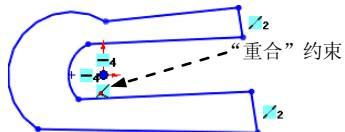
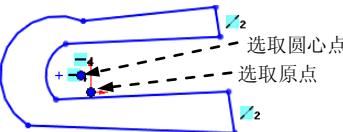

图 4.13.7 添加“重合”约束
图 4.13.8 选取圆心点和原点
Step2. 添加如图 4.13.7 所示的“重合”约束。按住 Ctrl 键，选取如图 4.13.8 所示的圆心和原点，系统弹出“属性”对话框，在**添加几何关系**区域中单击 重合(D) 按钮。